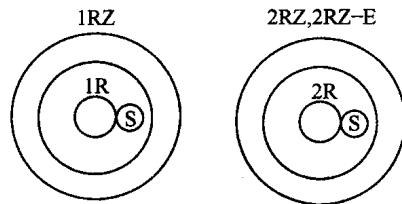

图 1-26 1RZ 和 2RZ 发动机气门记号
备注：进气门和排气门各有两种形式，即：1RZ 型发动机用的气门标有“1R ⑨”记号；2RZ 和 2RZ-E 发动机用的气门标有“2R ⑨”记号，如图 1-26 所示。